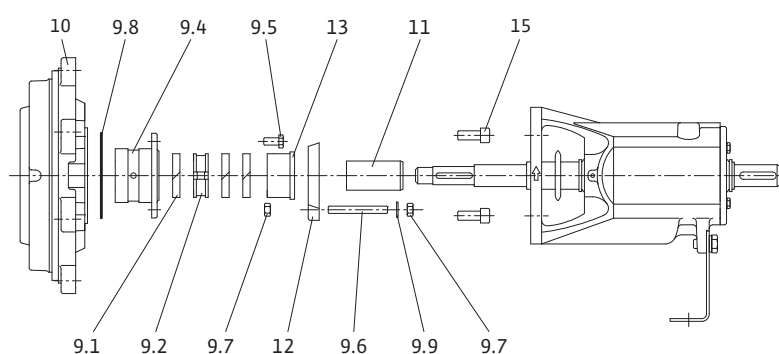

Fig. 21: Version med pakkåse
Se fig. 21:
- Kontrollér akselmuffens overflade (se fig. 21, pos. 11); mange furer indikerer, at den skal udskiftes. Rengør alle pakdåsens dele grundigt før installation.
Version med pakdåse, se fig. 21: